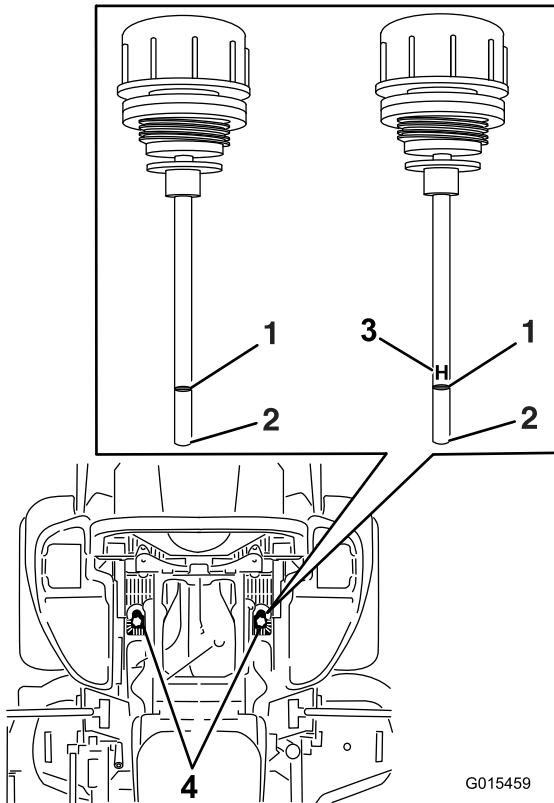

Figura 81
5. Limpie la zona alrededor de las varillas de los depósitos del sistema hidráulico (Figura 81).
6. Retire una varilla del depósito hidráulico (Figura 81).
8. Retire la varilla e inspeccione el extremo (Figura 81).